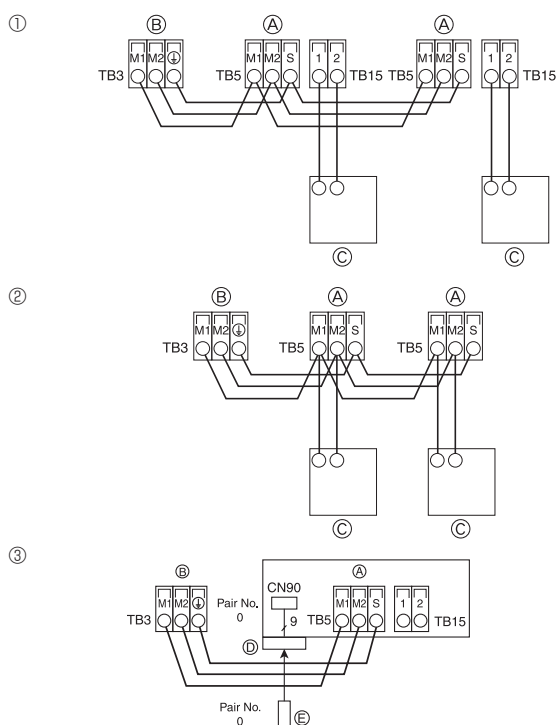

Fig. 4-8
4.4. Conectar los cables de transmisión del mando a distancia y de las unidades interior y exterior (Fig. 4-8)
① Mando a distancia MA
② Mando a distancia M-NET
③ Mando a distancia inalámbrico (al instalar el receptor de señales inalámbricas)